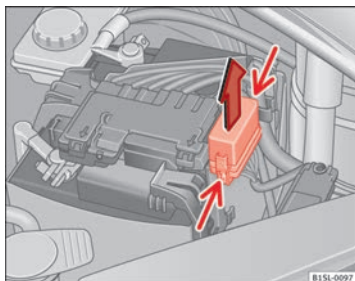

Fig. 148 Dans le compartiment moteur : cache de la boîte à fusibles.
- Appuyez sur les languettes de verrouillage dans le sens indiqué par la flèche (flèches fines) pour déverrouiller le cache de la boîte à fusibles ⇒ fig. 148.